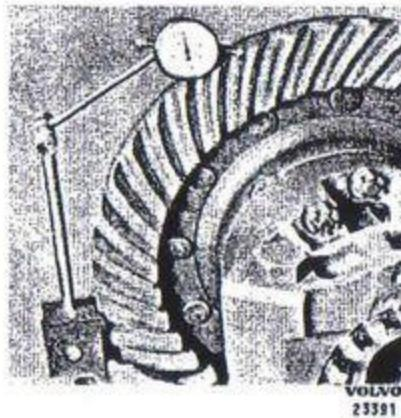

Bild 83. Mätning av kuggflankspel.
4. Ställ in kuggkontakt och kuggflankspel. Delta tillgår på följande sätt: Ansätt differentialhuslagren tills intef glapp finns. Anbringa en indikator mot kronhjulet (se bild 83). Håll pinjongen stilla och mät kuggflankspelen (0,15–0,25 mm). Vid inställning av kuggflankspelen vrids båda ställmuttrarna lika mycket.